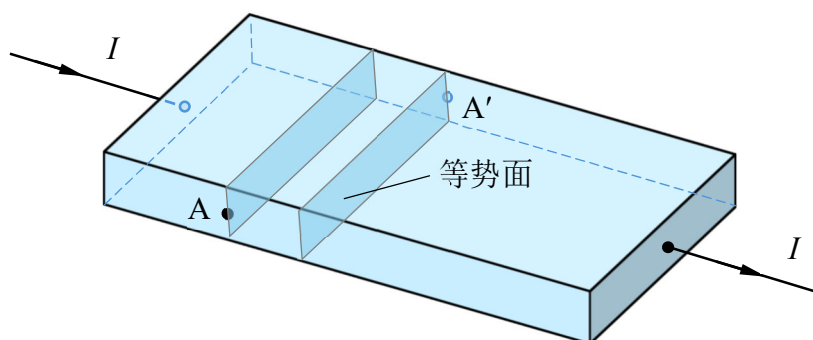

图 3 不等位电势差 U_0 的等效示意图
在考虑不等位电势差影响的情况下，实验中测得的 $U_{AA'}$ 其实是霍尔电压和不等位电势差的代数和，即 $U_{AA'} = U_H + U_0$ 。不等位电势差 U_0 的等效示意图如图 3 所示，不难发现 U_0 的正负仅和电流方向有关，因此可通过改变磁场方向前后的两次测量来消除其影响，这种方法常被叫作“对称测量法”。^②